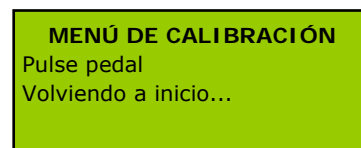

Figura 17.
- Ejecución un giro completo de 360° en retroceso para volver a la posición de cero grados. En esta fase se visualiza en pantalla la información que se muestra en la Figura 17.